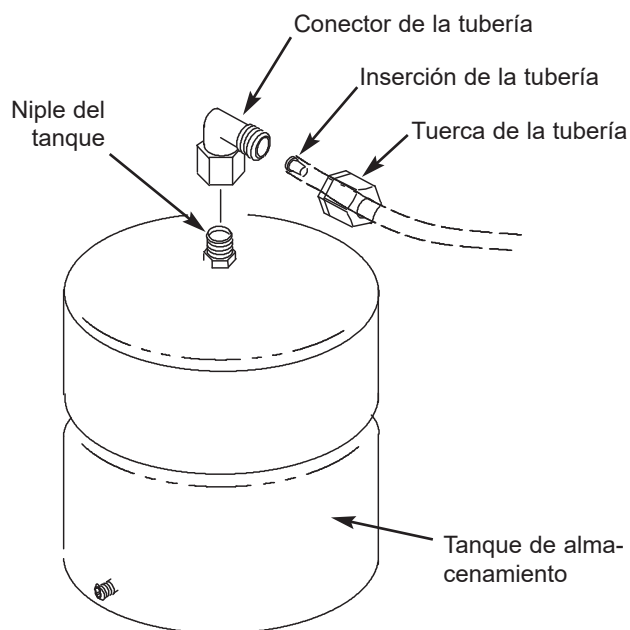

FIG. 14
1. Aplique cinta selladora (2 vueltas hacia la derecha) a las roscas en el niple que se encuentra en la parte superior del tanque. Vea la Fig. 14.
2. Ubique el conector de la tubería. Vea la Fig. 14. Dele lentamente al conector de la tubería en el niple del tanque unas 7 a 8 vueltas completas, para no torcer la rosca ni apretarlo excesivamente.